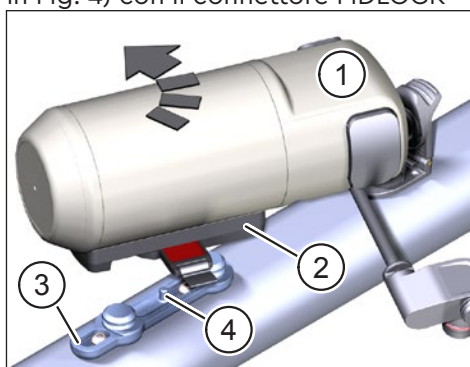

Fig. 4: Uso del Range Extender
- Posizionate il Range Extender (Pos. 1 in Fig. 4) con il connettore FIDLOCK® Force Connector (Pos. 2 in Fig. 4) in diagonale sulla FIDLOCK® Bike Base (Pos. 3 in Fig. 4). Il perno (Pos. 4 in Fig. 4) della FIDLOCK® Bike Base deve scorrere nella corrispondente presa del FIDLOCK® Force Connector quando viene messo. I magneti ti sosterranno quando lo metti e il Range Extender dovrebbe bloccarsi automaticamente in posizione con un clic udibile.